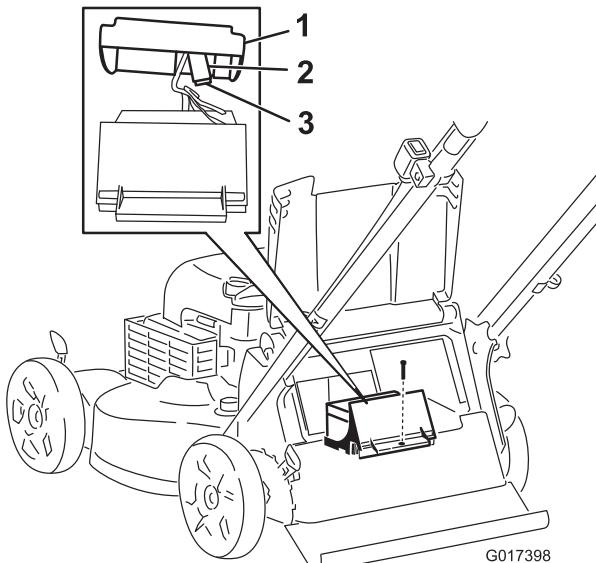

Bild 28
3. Entfernen Sie die Schraube, mit der das Batteriefach befestigt ist, ziehen Sie die Batterie heraus und finden Sie die Sicherung (Bild 28).
4. Wechseln Sie die Sicherung im Sicherungshalter aus (Bild 28).